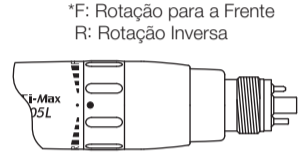

Fig. 5
- 3) Se o anel FWD/REV for colocado entre F e R, o ar de acionamento é cortado e o motor não roda. (Fig.5)